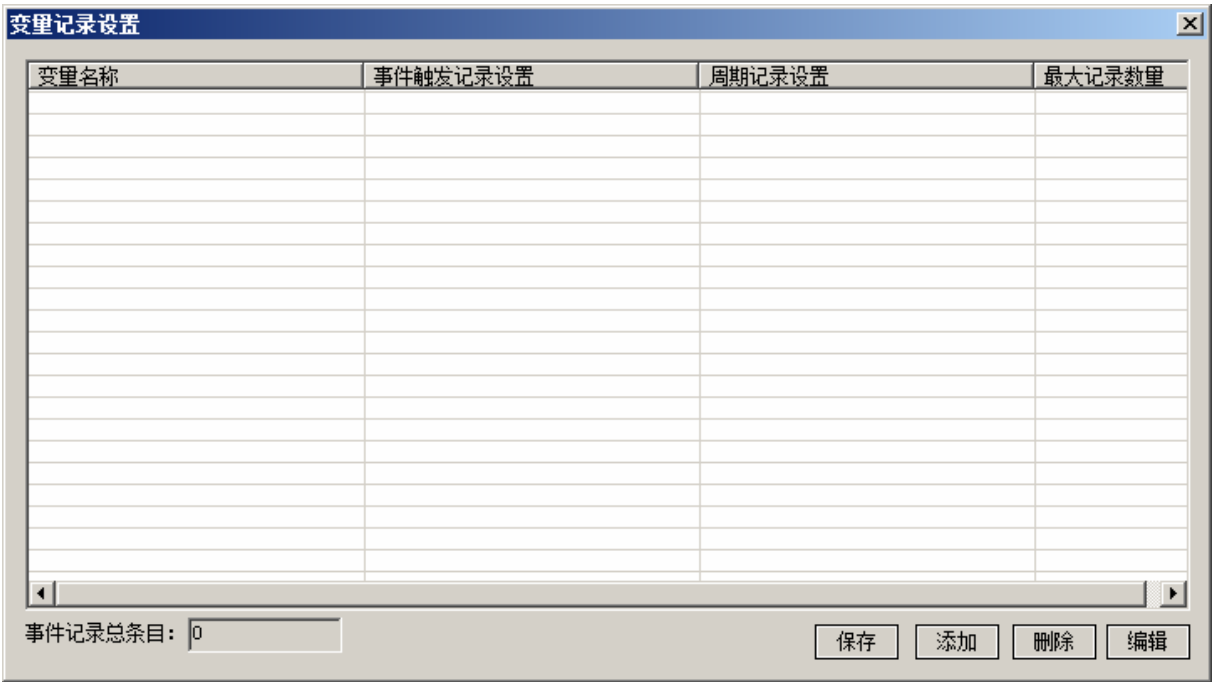

图 5-12 变量记录设置
1. 在变量管理界面中，点击“记录设置”，弹出如图 5-12所示界面。
4. 点击“确定”，返回图 5-12所示界面，点击“保存”即可。